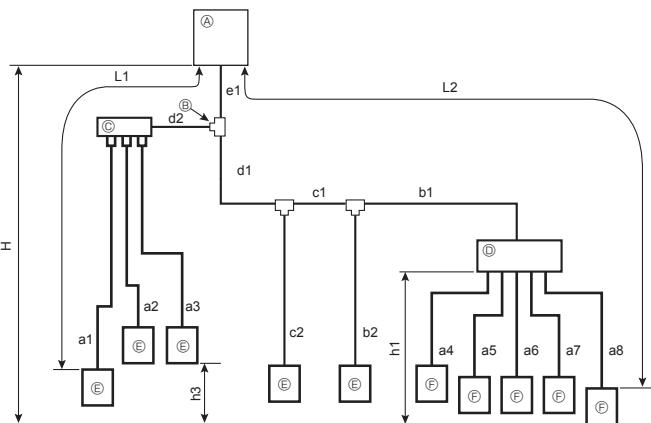

Fig. 4-3 (a)
4.2.3. Système mixte (appareils intérieurs City Multi et appareils intérieurs Série M, S, P via boîtier de dérivation) (Fig. 4-3)